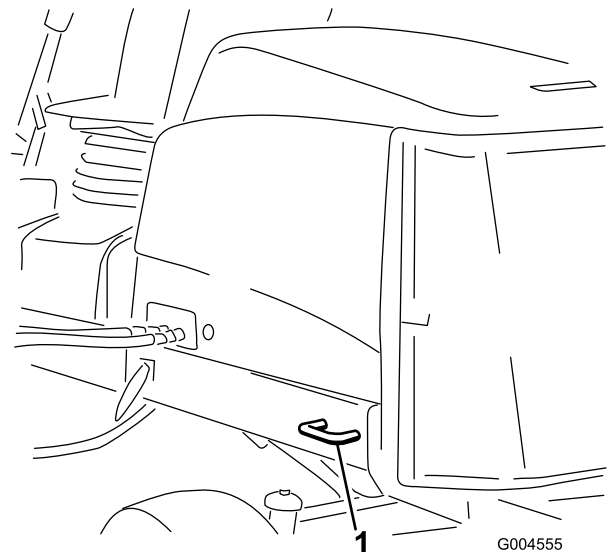

Bild 55
- **Heck der Maschine:** Jede Maschinenseite am Hinterrahmen (Bild 55).